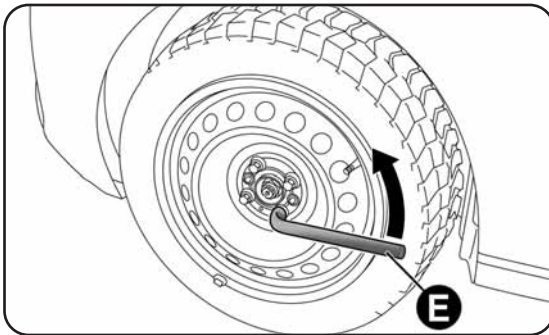

fig. 11
- allentare di circa un giro i bulloni di fissaggio della ruota da sostituire con la chiave in dotazione E-fig. 11;
- montare il ruotino di scorta facendo coincidere i perni T-fig. 11 con uno dei fori S presenti sulla ruota;